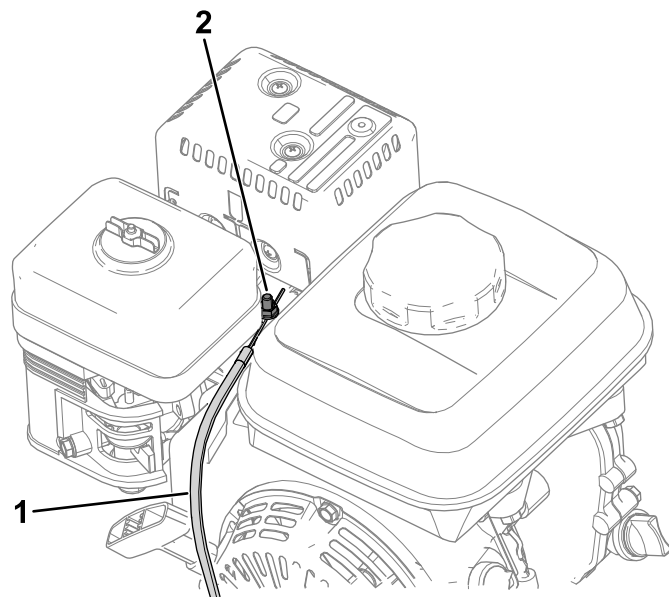

Figure 39
4. Desserrez la vis de serrage de la gaine du câble (Figure 39).